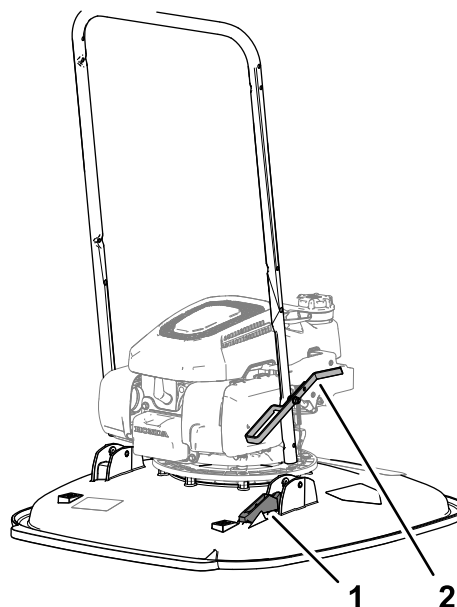

Figura 6
2. Alinee la placa de ajuste del manillar con el tope de subida en la carcasa (Figura 6).